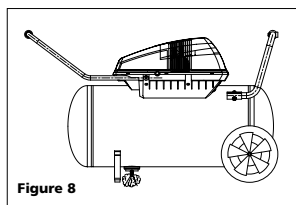

Figure 8
2. Placer l'appareil en position horizontale tel qu'indiqué sous la Figure 8. Avec le compresseur hors circuit et la pression dissipée, purger l'humidité du réservoir en ouvrant le robinet de purge sous le réservoir.